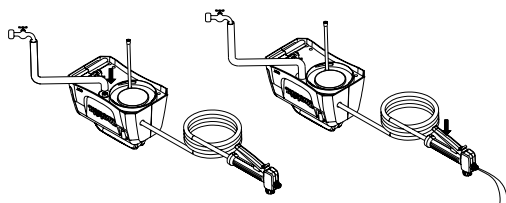

Figura 17
6. Abra lentamente el grifo de agua y presione la palanca al mismo tiempo para permitir que el agua se lleve cualquier residuo adherido a la bomba. Consulte la figura 17.